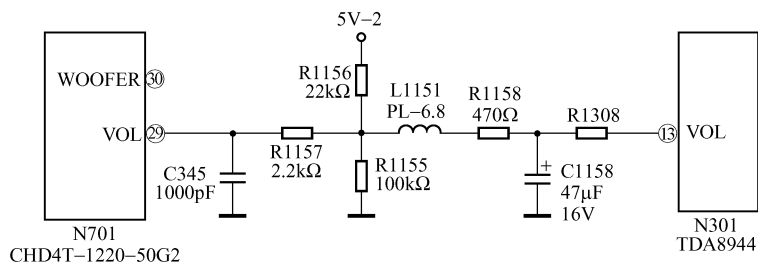

图 5-12 长虹 H2186W 机型中音量控制接口电路
在长虹 H2186W 机型中，N701 的㉑脚用于音量控制，㉒脚用于 WOOFER 重低音控制。其中，㉒脚空置未用，仅用㉑脚控制伴音功率输出级电路。其外部接口电路如图 5-12 所示。其中，R1157、R1155、L1151、R1158 用于输出音量控制电压。在正常工作时，N701㉑脚电压可在 0~4.9V 之间变化，N301⑬脚可在 1.5~4.8V 之间变化；无信号静音时，N701㉑脚电压为 0V，N301⑬脚电压为 1.5V。因此，当该种机型出现无伴音故障时，应首先注意检